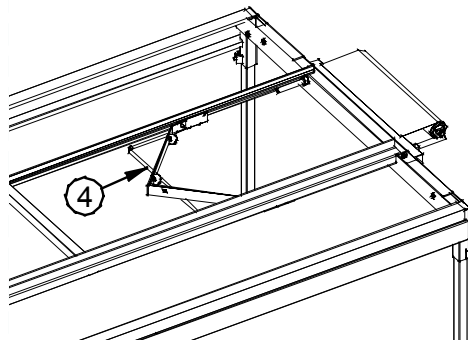

Рис. 5.8
V-скребок установлен в скобке (4), которая может быть присоединена к внутреннему соединению с фиксаторами. См. рисунок 5.8 и 5.9.